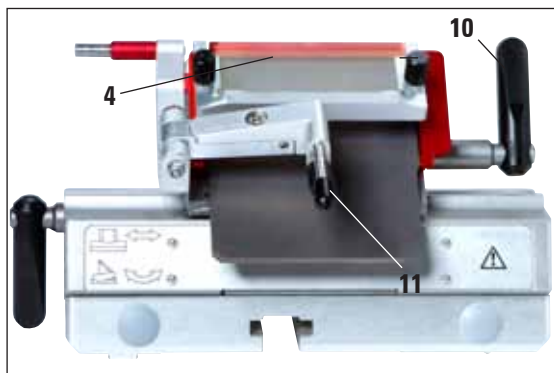

Fig. 4
4. Klem spændearmen (10) fast ved at dreje med uret (se fig. 4).
5. Klap snitstrækkesystemet (4) til højre igen (mod klingen) med håndtaget (11).